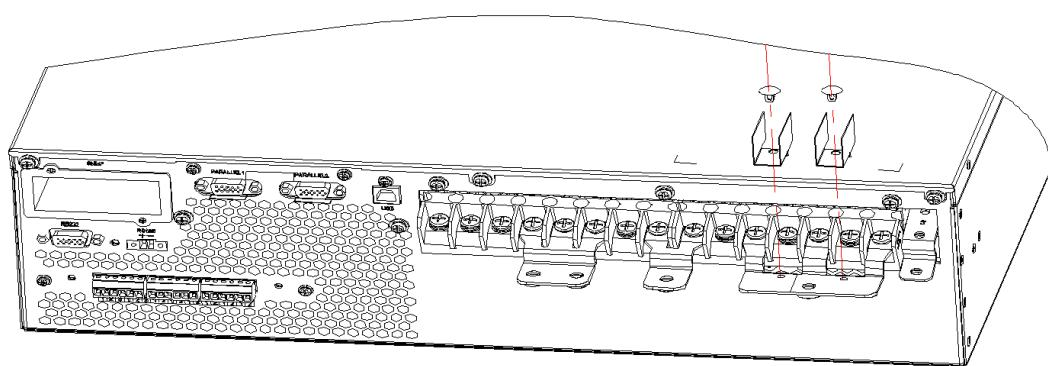

Рисунок 24. Установка изоляционной планки
3. Установите изоляционную планку (аксессуар) на медную перемычку №.5 (рисунок 24.), и зафиксируйте пластиковой заклепкой, как показано на рисунке 25.